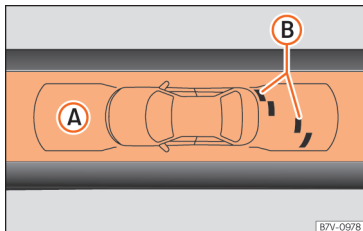

Fig. 274 Affichage de l'OPS à l'écran : (A) zone vérifiée devant le véhicule ; (B) un obstacle a été détecté dans le segment.
Le graphique affiché représente les zones contrôlées en plusieurs segments. Au fur et à mesure que le véhicule s'approche d'un obstacle, le segment s'approche du véhicule représenté » fig. 273 (B) et » fig. 274 (B). Lorsque l'avant-dernier segment apparaît, cela signifie que vous avez atteint la zone de collision. **Arrêtez-vous !**